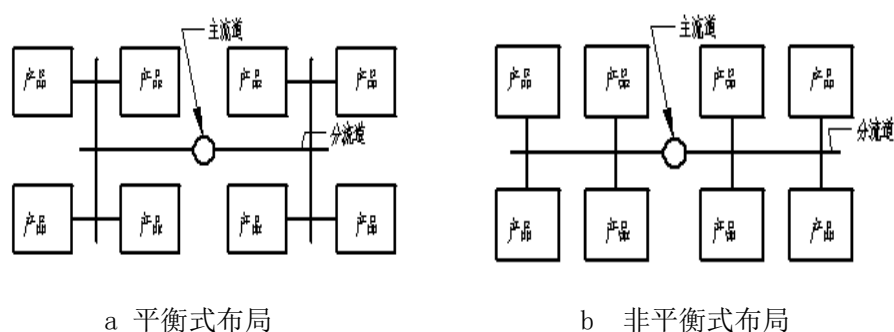

图 4 多腔产品进浇方式
5. 产品排位优先采用平衡式排布，这样有利于注塑机调机。当采用非平衡式排布时，应通过改变浇口的大小来调整注塑平衡。如图 4 所示